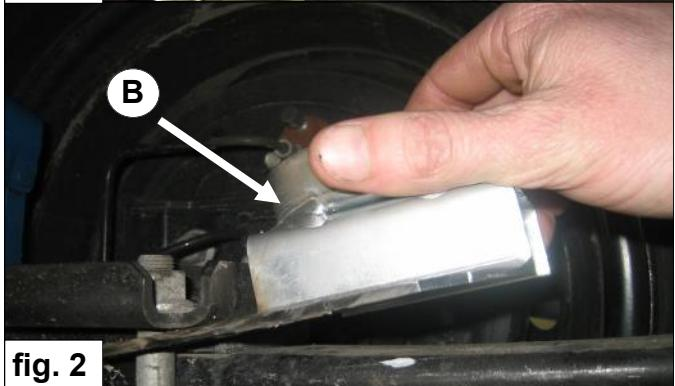

fig. 2
2. Plaats onderschotel **B** op de bladveer aan de voorzijde van de as. Let op dat de strip goed om de veerstrop haakt. **Zie fig. 2**
2. Place the lower bracket **B** onto the leaf spring at the frontside of the axle. Take care that the bracket is fitted properly around the U-bolt. **Fig. 2**